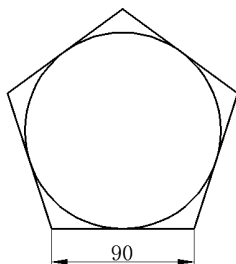

图 2-69 图形 1
2. 如图 2-69 所示图形 1, 正五边形的内切圆半径 $R=$ ()。